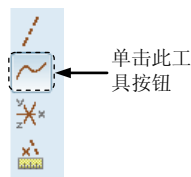

图 5.19.36 创建基准曲线按钮位置
Step2. 单击工具栏中的“创建基准曲线”按钮  (图 5.19.36)。